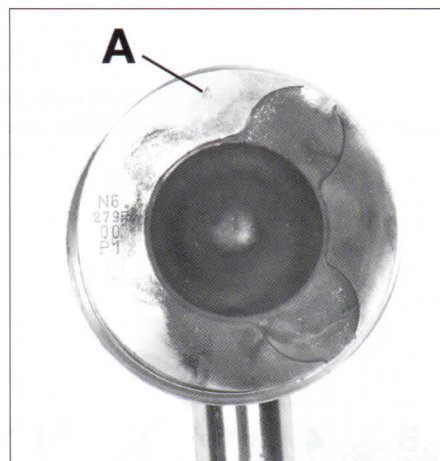

FIG. 59
- Colocar los conjuntos biela-pistón en el bloque motor con un zuncho para segmentos (conjunto nº1 lado volante motor) y orientar la flecha (A) lado distribución (fig. 59) (los huecos de válvulas lado escape).